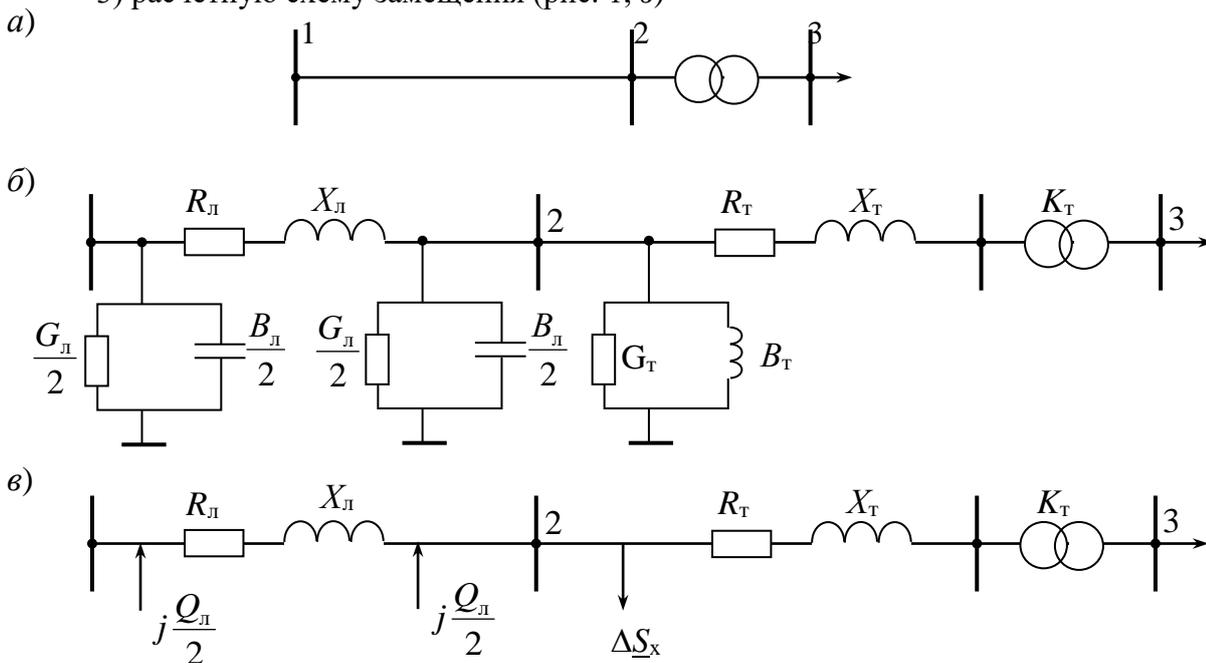

Рис. 1. Схемы сети: *a* – принципиальная; *б* – замещения; *в* – расчетная
На рис. 1, *a* изображена принципиальная схема сети, состоящая из линии и понижающего двухобмоточного, трехобмоточного трансформатора или автотрансформатора.
- 2) однолинейную схему замещения с учетом эквивалентирования линий и трансформаторов (рис. 1, *б*);
- 3) расчетную схему замещения (рис. 1, *в*)
Найденные полные параметры нанести на схему замещения линии электропередачи и расчетную схему замещения (рис. 1, б, в) с учетом имеющихся параллельных цепей.
Для заданного в табл. 1 типа трансформатора выписать паспортные данные, определить параметры схемы замещения и расчетной схемы замещения (см. рис. 1, б, в):
Найденные параметры в табличной форме сопоставить с каталожными данными и согласовать с преподавателем. Найденные параметры нанести на схемы рис. 1, б, в (с учетом имеющихся параллельных трансформаторов).